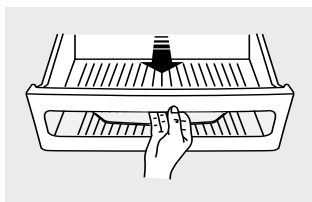

Figura 73
- Tire hacia afuera e inclínelos ligeramente para retirarlos. (Figura 73)